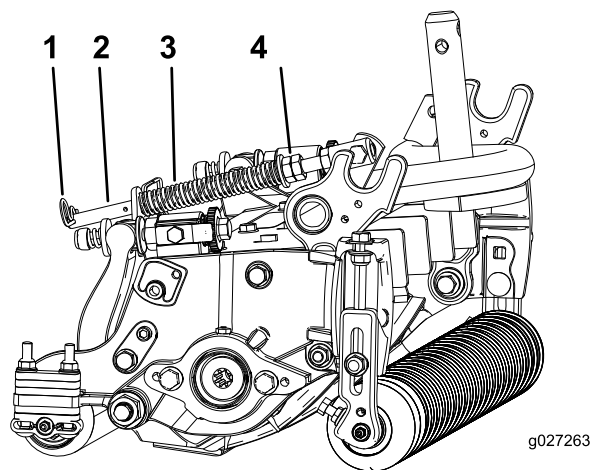

Рисунок 19
1. Убедитесь, что игольчатый шплинт вставлен в заднее отверстие штока пружины (Рисунок 19).
2. Затяните шестигранные гайки на переднем конце штока пружины так, чтобы длина сжатой пружины была равна 12,7 см; см. Рисунок 19.